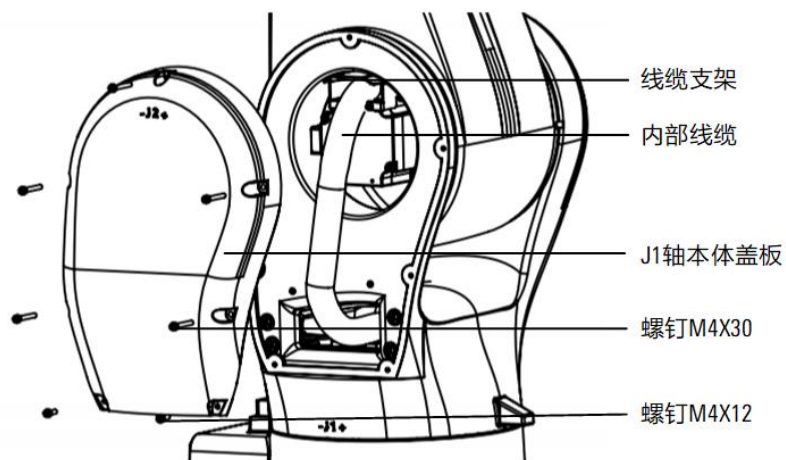

图 12-2 肩部内部线缆检修
- 步骤1. 拆卸 J1 轴本体盖板，如图 12-2 所示；